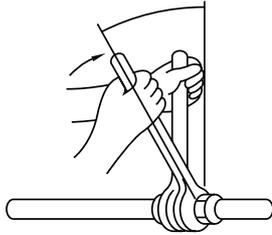

Fig. 5-10
- Applicare una piccola quantità di refrigerante alla superficie di posa della tubazione. (Fig. 5-10)